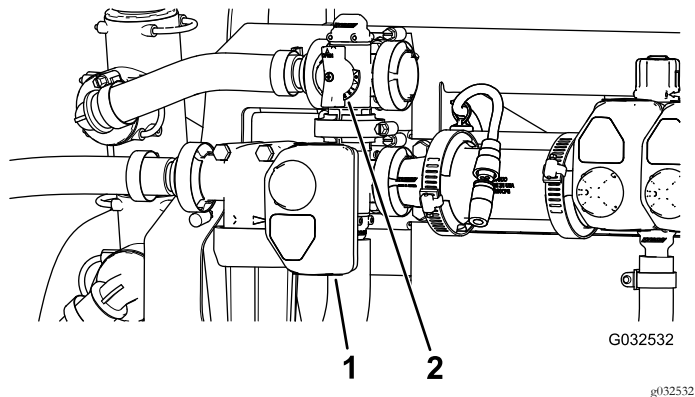

Рисунок 131
10. Отрегулируйте перепускной клапан перемешивания (Рисунок 131) на задней стороне клапана перемешивания так, чтобы показание давления системы опрыскивания по манометру было равно 689 кПа (100 фунтов на кв. дюйм).